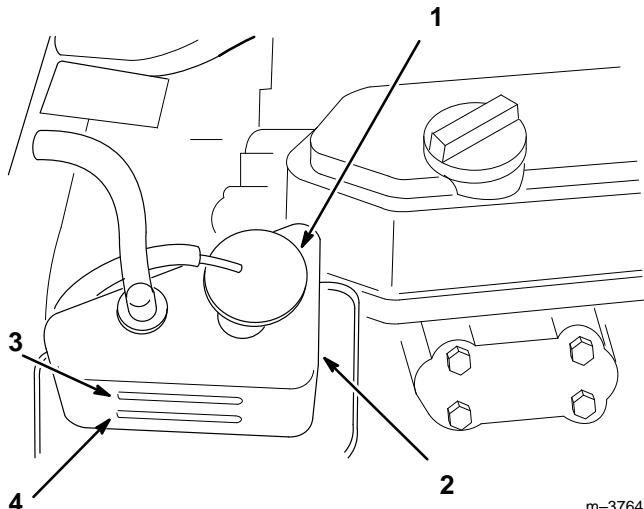

Figure 7
3. Contrôler le niveau de liquide de refroidissement. Lorsque le moteur est froid, le niveau du liquide devrait arriver entre les deux marques du vase d'expansion (Fig. 7).